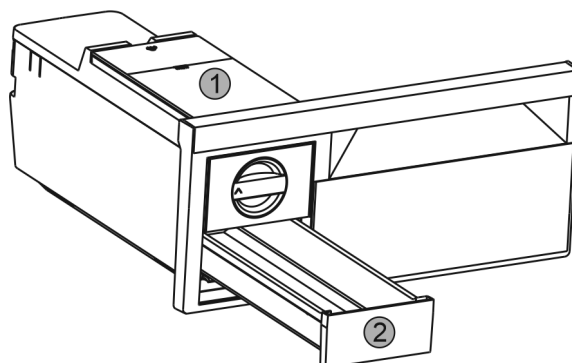

Fig. 46
- ▶ Odstranite rezervoar za vodo Fig. 46 (1) in predal za led Fig. 46 (2).